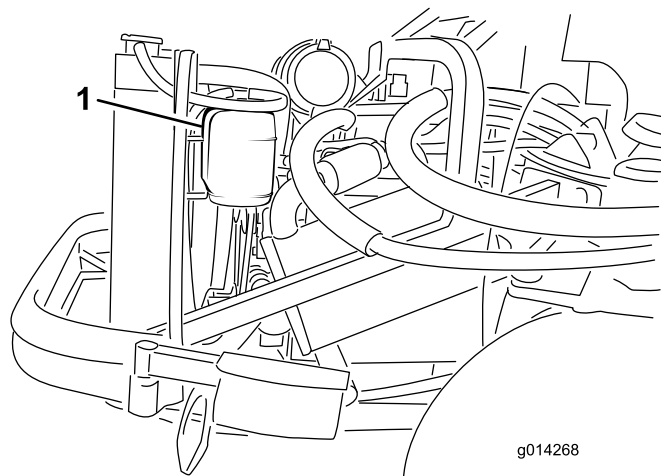

Figura 45
1. Compruebe el nivel de refrigerante en el depósito de expansión (Figura 45). El nivel del refrigerante debe estar entre las marcas en el lateral del depósito.